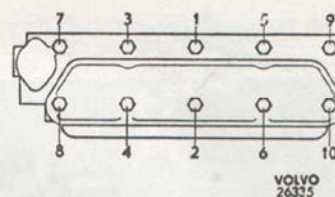
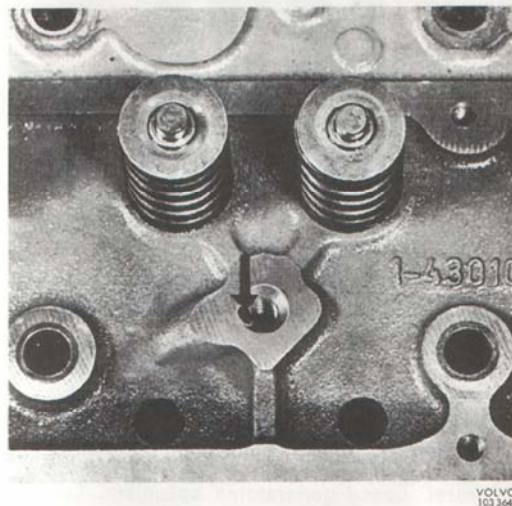
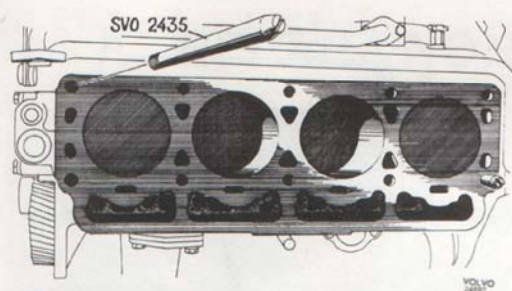

Bild 23. Åtdragningsföljd för cylinderlocksskruvar
Bild 24. Oljehål i cylinderlock
Bild 26. Styrpinnar för montering av cylinderlock
Cylinderlocket monteras med hjälp av styrcinns SVO 2435. Skruvarna måste dras i bestämd ordningsföljd enligt bild 23, för att onödiga spänningar skall undvikas. Kontrollera att oljehålet bild 24 för smörjning av vipparmarna är öppet.
9. Montera ventilerna. Skruva ned styrpinnarna SVO 2435 i blocket, en i främre högra och den andra i vänstra bakre hålet, bild 26. Lägg på en ny cylinderlockspackning och nya tätningsskruvar för vattenpumpen samt montera cylinderlocket. Skruva ur styrpinnarna och montera skruvarna även i dessa hål. För åtdragningsföljd se bild 23. Åtdragningsmoment 8,5–9,5 kgm. Montera övriga delar. Fyll på kylvätska enl. "Påfyllning av kylvätska när systemet är tomt".
3. Skruva ned styrbjälarna SVO 2435, en i främre högra och en i vänstra bakre skruvhålet, bild 26. Lägg på en ny cylinderlockspackning och därefter cylinderlocket. Observera att cylinderlockspackningen för B 20 A är tjockare i diameter än för B 20 B, se spec. Skruva i cylinderlockskruvorna lätt. Demontera sist styrbjälarna och sätt i skruvarna även i dessa hål. Drag skruvarna i rätt ordningsföljd och med rätt moment. Se bild 23 och specifikationen.